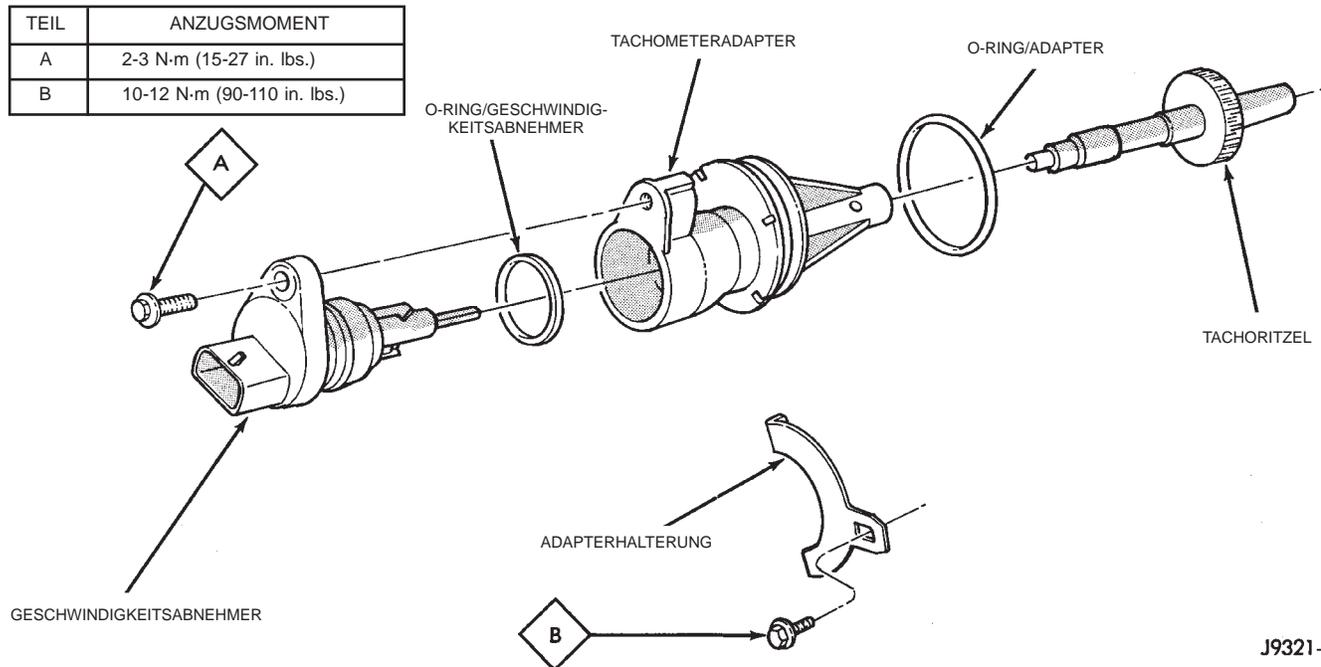

Abb. 4 Bauteile des Tachometers
(1) Das Fahrzeug anheben.
(2) Den Steckverbinder vom Geschwindigkeitsabnehmer abziehen.
(3) Die Befestigungsschraube der Adapterhalterung lösen und die Adapterhalterung abnehmen (Abb. 4).
(4) Geschwindigkeitsabnehmer und Tachometeradapter zusammen ausbauen.
(5) Die Befestigungsschraube des Geschwindigkeitsabnehmers lösen und den Geschwindigkeitsabnehmer vom Adapter abbauen.
(6) Das Tachoritzel aus dem Adapter ausbauen. Das Ritzel austauschen, wenn es Risse, Absplittierungen oder übermäßigen Verschleiß aufweist.
(7) Die O-Ringe des Geschwindigkeitsabnehmers und des Adapters prüfen (Abb. 4). Die O-Ringe austauschen, wenn sie verschlissen oder beschädigt sind.
(8) Die Anschlußstifte im Geschwindigkeitsabnehmer prüfen und mit Mopar® Sprühreiniger reinigen, falls sie verschmutzt oder oxidiert sind. Den Geschwindigkeitsabnehmer austauschen, wenn er defekt ist oder die Anschlußstifte locker, stark korrodiert oder beschädigt sind.
(2) Gegebenenfalls neue O-Ringe an Geschwindigkeitsabnehmer und Tachometeradapter auflegen (Abb. 4).